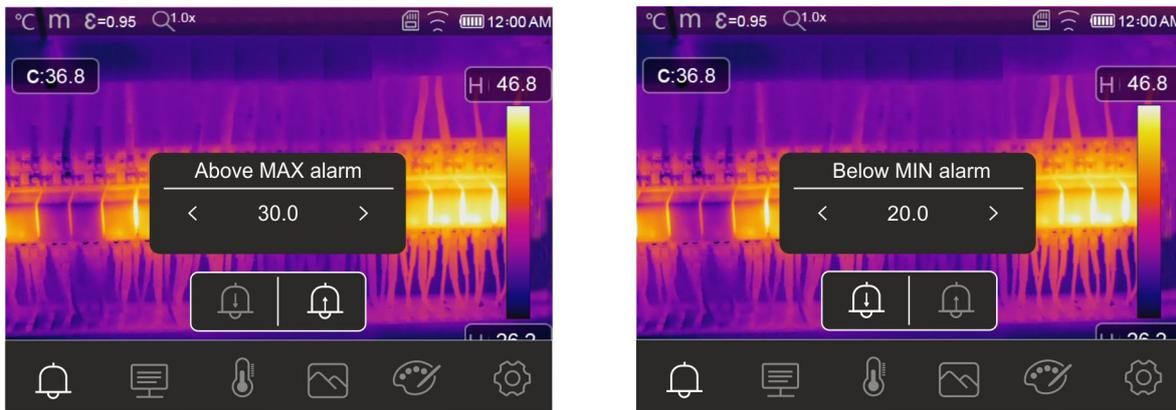

Fig. 41: Configuração de limites de alarmes
- Clique em "Lo" na parte inferior do ecrã nas teclas ▲ ou ▼ para definir o valor do limite mínimo de temperatura abaixo do qual o instrumento mostra os pontos da imagem em azul e os pontos restantes em cinzeno (ver Fig. 41)